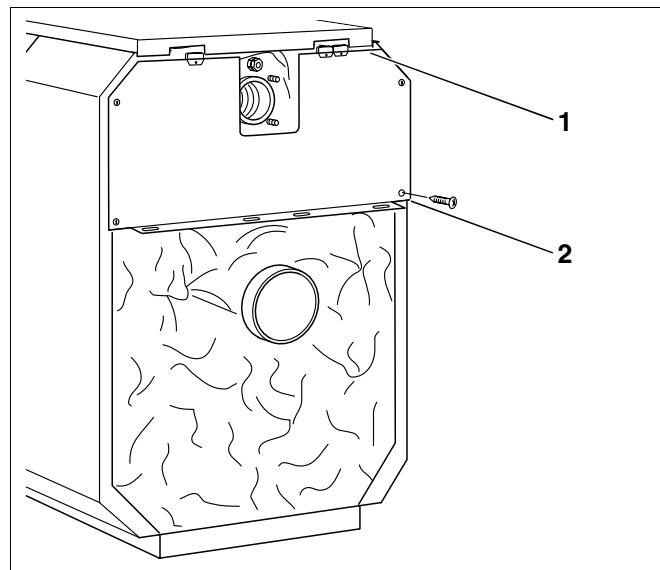

Fig. 55 Montering av øvre kjelbakvegg
- Skyv den øvre kjelbakveggen under kjelens bakre topplate (Fig. 55, **Pos. 1**) og skru den fast til sideveggene bakfra ved hjelp av fire metallskruer (Fig. 55, **Pos. 2**).